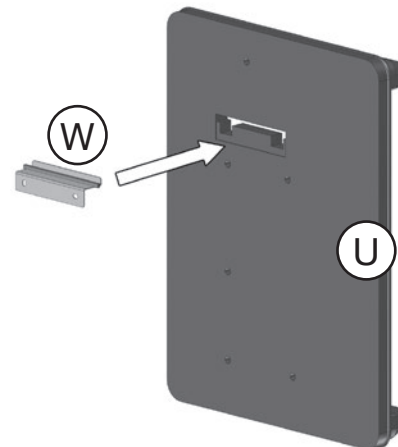

Abb. 4.2: Wandwinkel in Unterschale einführen
4. Wandwinkel (W) von der Rückseite passgenau in die Unterschale (U) einführen (Abb. 4.2).